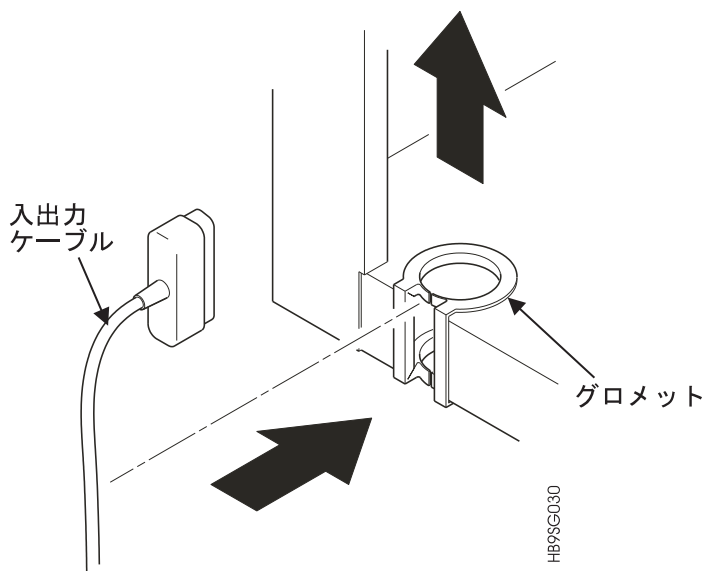

図 32. ケーブルを通す穴
4. 電源ケーブル・コネクタをキャビネットの背面右下隅にある穴を通して上に引き上げます (図 32 を参照)。電源コードのプラグをプリンターの AC 電源コネクタに差し込んでから、AC 電源コンセントに差し込みます。